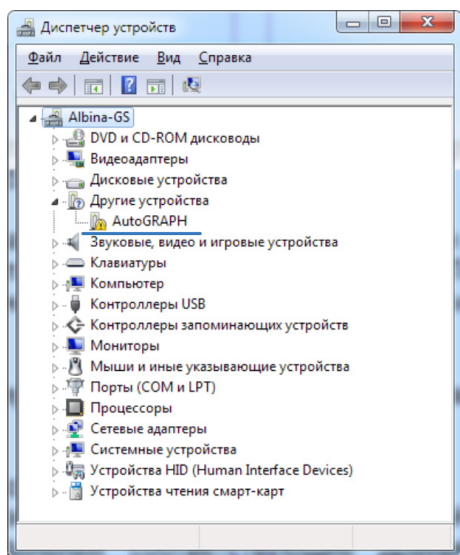

Рис.1. Новое устройство.
3. В Диспетчере устройств вызовите «Мастер обновления драйверов» для нового устройства «AutoGRAPH» (рис.1).